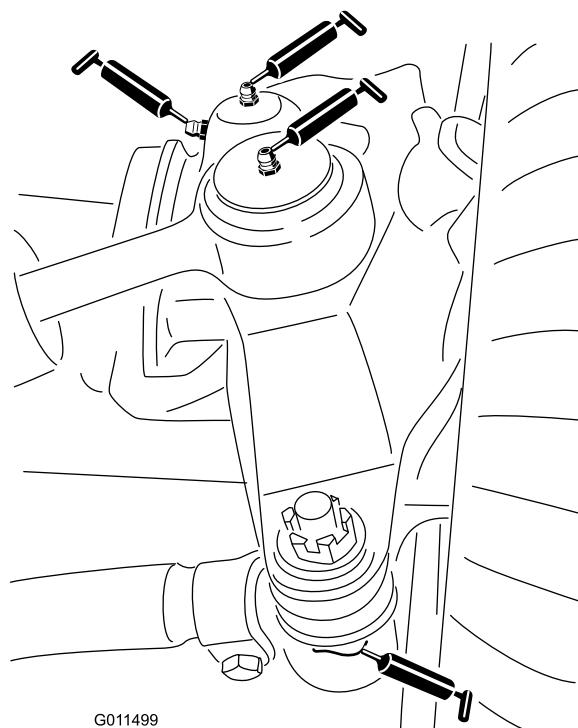

Figure 63
- 2 rotules de vérin de direction (Figure 63)
- 2 rotules de biellettes (Figure 63)
- 2 bagues de pivots de fusées (Figure 63).